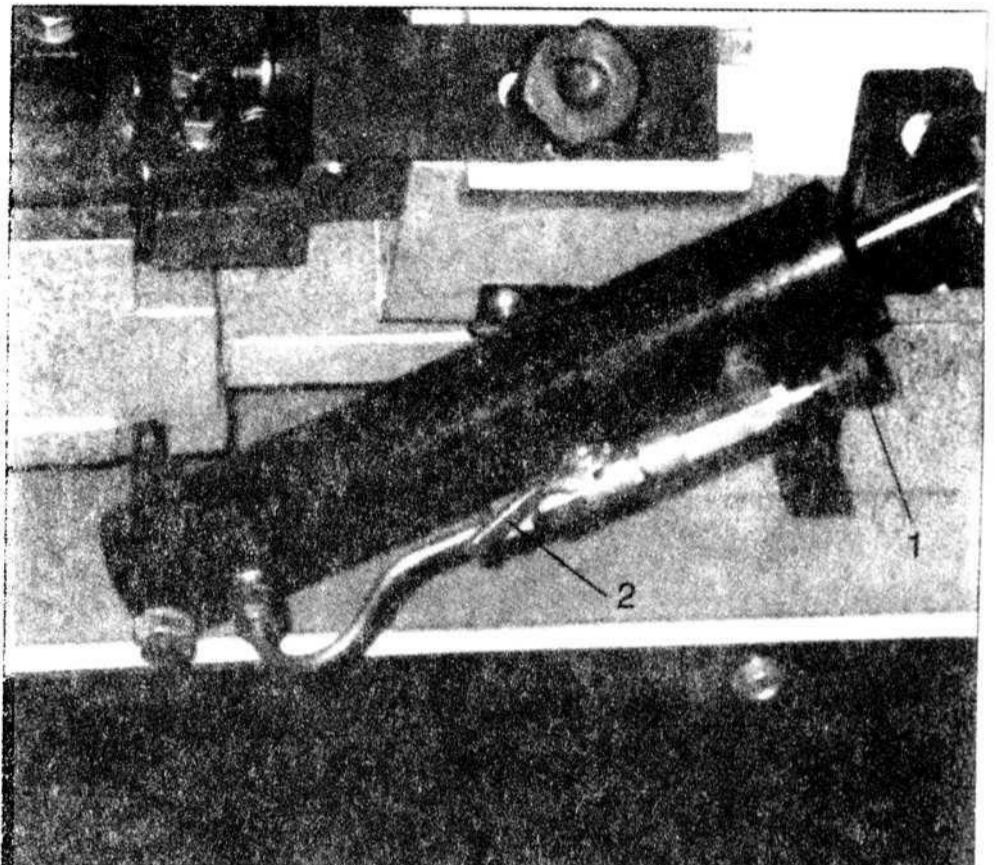

рис. 4
Переключатель гидравлической подачи служит для управления скоростью подачи ленточного полотна и блокировки рычага в вертикальном положении. Для увеличения скорости подачи, поверните ручку (1, рис. 4) против часовой стрелки. Для уменьшения скорости подачи, поверните ручку (1) по часовой стрелке. Для отключения потока гидравлической жидкости поверните рычаг, как показано на рисунке 4 для включения гидравлического цилиндра, поднимите рычаг (2) в положение